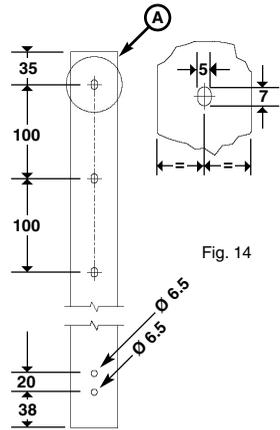

Fig. 14
- Eseguire le 3 asole e i 2 fori diametro 6,5mm sul montante **A** che ospiterà l'asta verticale del dispositivo ARIETE (Fig.14).